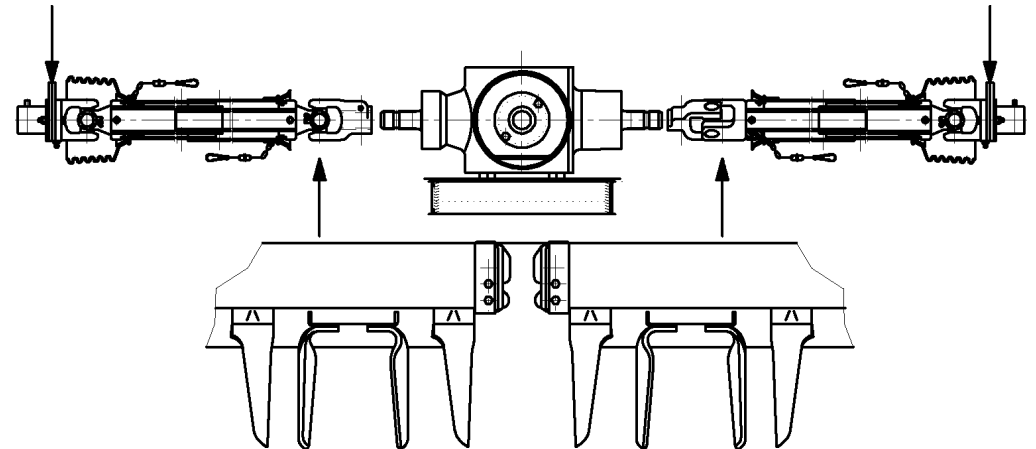

Fig. 12
- Per ogni intervento sui cardani laterali, pulizia, sostituzione e altro, porre particolare attenzione alla fasatura delle forcelle lato riduttore centrale (A Fig. 12).
- Verificare infine la posizione dei cardani con bullone di trancio; questi devono essere montati in maniera diametralmente opposta per evitare vibrazioni e squilibrio della macchina durante il lavoro (B Fig. 12).
- *Take great care to position the forks on the central final drive side (A Fig. 12) whenever cleaning, replacements or work on the side drivelines are carried out.*
- *Lastly, check the position of the drivelines with shear bolt. They must be mounted diametrically opposite to each other to prevent the machine from being unbalanced during work (B Fig. 12).*
- Für jeden Eingriff an den seitlichen Kardangelenken, für die Reinigung und alles anderes ist besonders auf die genaue Einstellung der Gabeln auf der Seite des zentralen Getriebes (A Abb. 12) zu achten.
- Schließlich die Position der Kardangelenke mit Scherbolzen prüfen. Diese müssen diametral gegenüberliegend montiert werden, um zu vermeiden, dass die Maschine während der Arbeit vibriert und Unwucht aufweist (B Abb. 12).
- *Pour toute intervention sur les cardans latéraux, nettoyage, remplacement et autre, faire tout particulièrement attention à l'alignement des fourches, côté réducteur central (A Fig. 12).*
- *Pour terminer vérifier la position des cardans avec boulon de cisaillement; ceux-ci doivent être montés de manière diamétralement opposée pour éviter les vibrations pendant le travail et de déséquilibrer la machine (B Fig. 12).*
- Al efectuar cualquier trabajo en los cardanes laterales, limpieza, sustitución u otras operaciones, prestar mucha atención ala puesta en fase de las horquillas lado reductor central (A Fig. 12).
- Controlar por último la posición de los cardanes con perno de corte; los mismos se deben montar en modo diametralmente opuesto para evitar vibraciones y desequilibrios de la máquina, durante el trabajo (B Fig. 12).